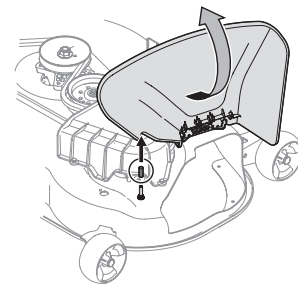

Figure 3
- Relevez le déflecteur d'éjection et retirez le capuchon de la goupille qui se trouve sur le plateau de coupe. Voir Figure 3.